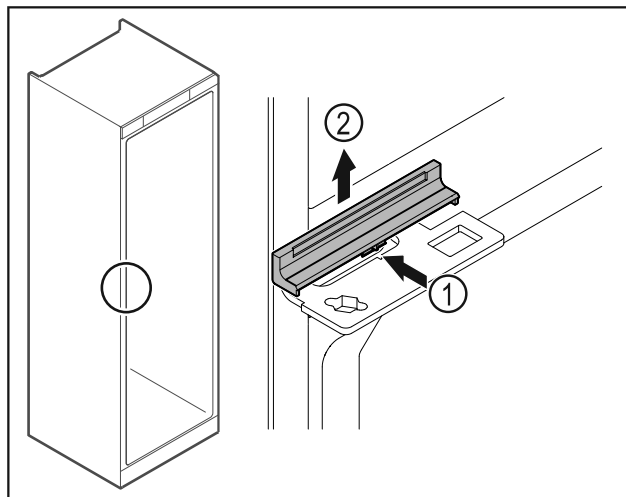

Fig. 48
- Finoman nyomja be a közepén a burkolatot Fig. 48 (1), és felfelé vegye le Fig. 48 (2).